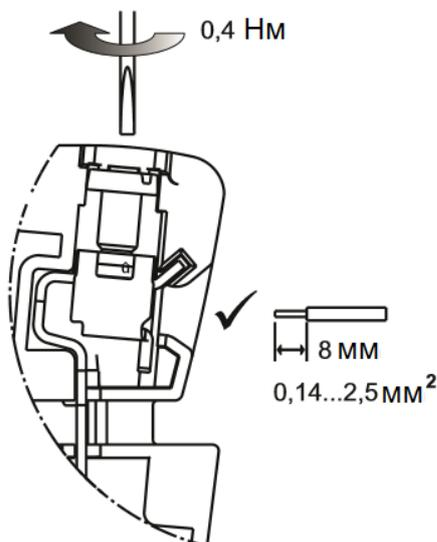

Рисунок 5. Винтовое соединение РМ
2.3.3 Винтовое соединение (рисунок 5) предназначено для провода сечением от 0,14 до 2,5 мм2. Длина вскрыши составляет 8 мм, максимальный момент затяжки 0,4 Нм.